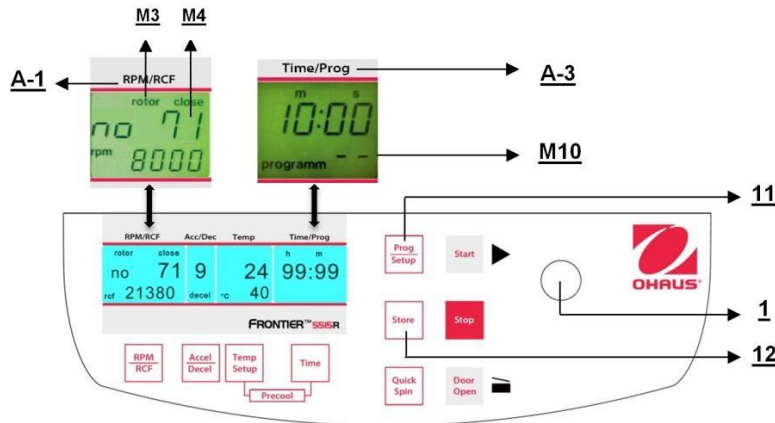

Figure. 25
Pour rappeler des programmes mémorisés, appuyer sur la touche **"Prog/Setup"** (11) (voir la figure 25) alors que le couvercle est déjà fermé. Sur l'affichage **"Time/Prog"** (A-3), le mot **"programm --"** (M10) apparaît. Le numéro de programme désiré peut être présélectionné avec le bouton de réglage (1).
Pour quitter le mode de programmation, appuyer simplement sur la touche **"Prog/Setup"** (11) (voir la figure 25). Sur l'affichage **"Time/Prog"**, le mot **"programm"** apparaîtra. Régler l'affichage sur **"programm--"** (M10) avec le bouton de réglage (1).